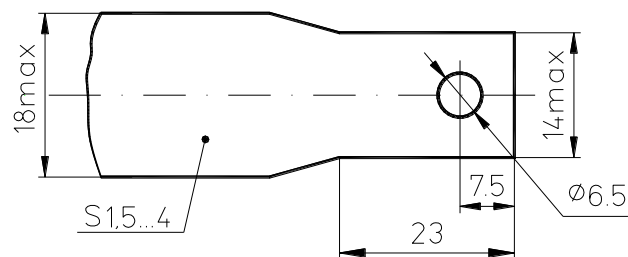

Рис.3 Форма и размеры присоединяемой шины
*4 - с помощью проволоки медной прямоугольного сечения по ГОСТ 434 с размером по ширине до 14 мм с расчётным сечением более 35 мм² или с помощью медных шин соответствующего сечения с заправленными концами согласно рис.3.